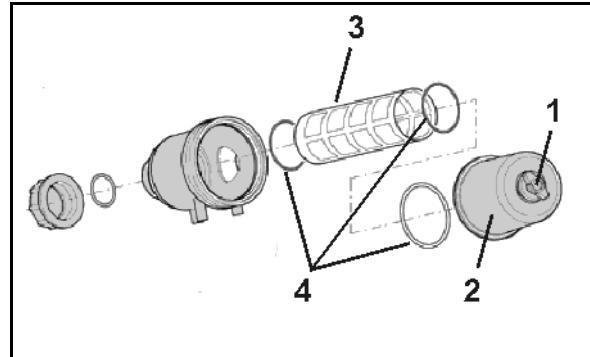

Fig. 126
Rengjør sugefilteret (Fig. 126) hver dag etter sprøytingen.
5. Løsne låseskruen på sugefilteret (Fig. 126/1).
6. Ta av lokket (Fig. 126/2).
7. Trekk av filterinnsatsen (Fig. 126/3) og rengjør den med vann.
8. Kontroller om o-ringene (Fig. 126/4) er skadet.
Påse at o-ringene (Fig. 126/4) monteres korrekt.